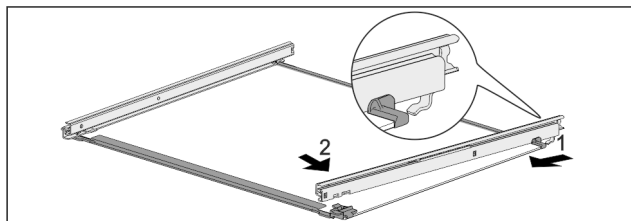

Fig. 59 Стеклопластина с направляющими
- ▶ Зацепите направляющую сзади. Fig. 59 (1)
- ▶ Защелкните направляющую спереди. Fig. 59 (2)